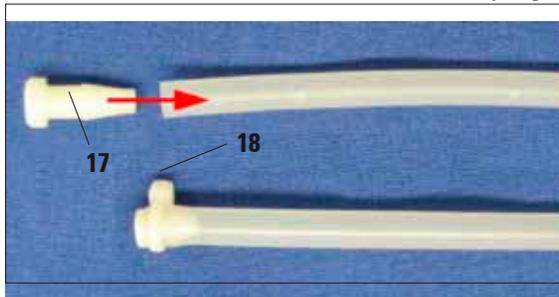

Fig. 27
Si solo se requieren una o dos estaciones de enjuague, los tubos que no se utilicen deben cerrarse con un tapón (17), véase la fig. 27.
- Para ello, presionar el tapón completamente mediante giros sucesivos en el extremo del tubo y, a continuación, asegurarlo con una abrazadera de cables (18).